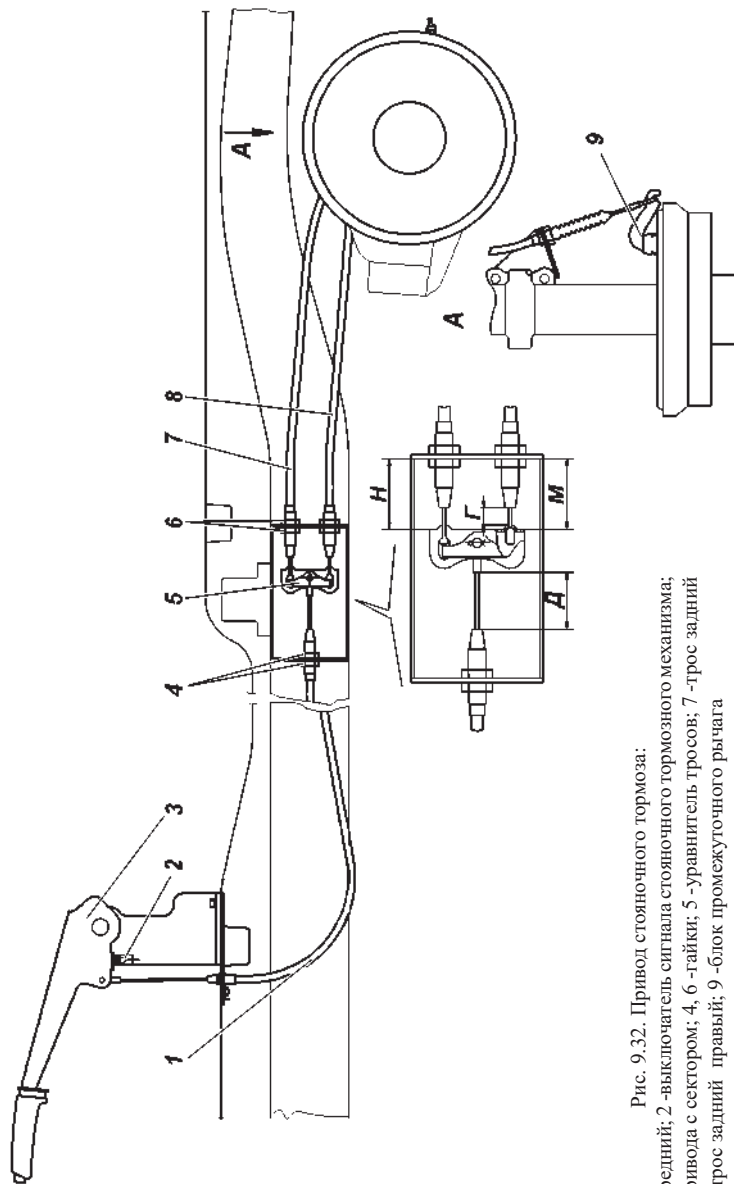

Рис. 9.32. Привод стояночного тормоза:
Колесный стояночный тормоз действующий на тормозные колодки задних колес (рис. 9.32).
3. Установите рычаг стояночного тормоза 3 (рис. 9.32) в нижнее положение.
5. Вращением гаек 4 и 6, выберите слабины тросов 1, 7, 8. При этом необходимо выдержать размер $\Gamma=1$ мм (min), $D=35$ мм (min) и разницу размеров М и Н не более 6 мм (рис. 9.32). При выборе слабину тросов, перемещение рычагов 9 не допускается.